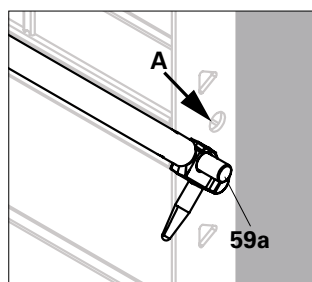

Fig. A8.07b
- Inserire l'inserto Ø18 (59a) lato testa forgiata nel foro Ø20 (A) della cornice del telaio. (Fig. A8.07b)